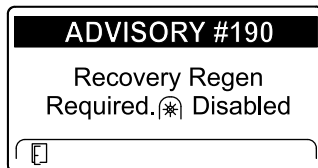

Figura 52
- É necessária uma regeneração de recuperação — tomada de força desativada AVISO N.º 190 (Figura 52)